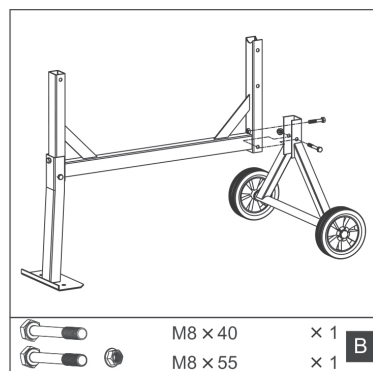

Abb.6
3. Montieren Sie die Radeinheit an den vormontierten Trommelrahmen. Stellen Sie sicher, dass alle Schraubverbindungen festgezogen sind. Verwenden Sie das Zubehör mit der Beschriftung (B), Abb.6.